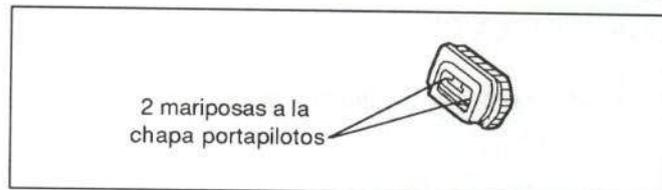

Figura 58.- Fijación de los pilotos traseros
En la figura 58 se muestra su fijación
- Piloto (figura 58)